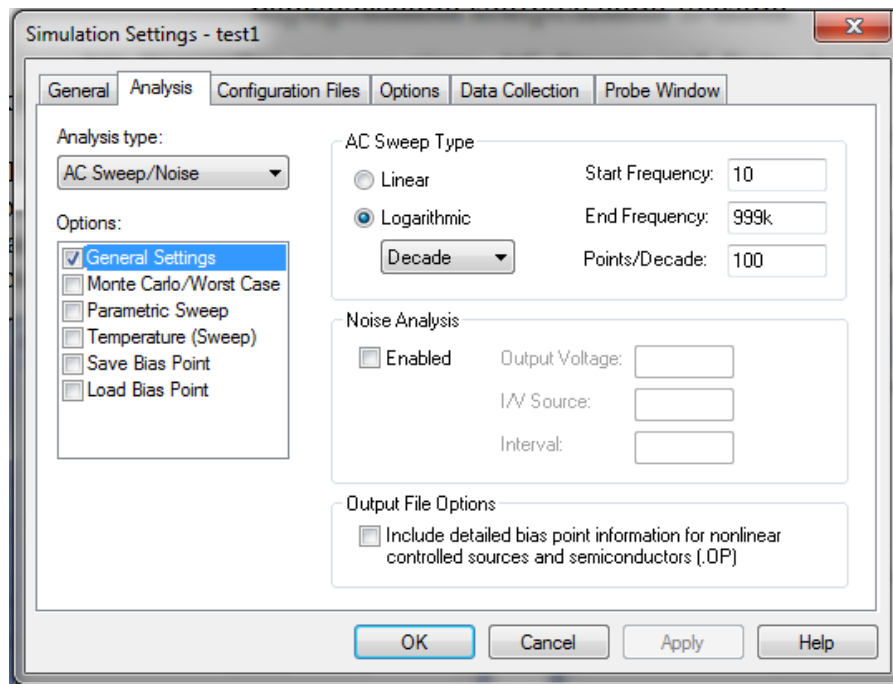

Рисунок 5.12 – Вікно *AC Sweep and Noise Analysis* з рівномірним розподілом контрольних точок по окремих декадах
27. Задайте для майбутнього аналізу декадний розподіл контрольних точок, вибравши опцію *Decade* (Декадний). Після цього права частина вікна зміниться так, щоб ви мали можливість вказати, яку кількість точок потрібно розрахувати в кожній декаді (рис. 5.12). Введіть в поле *Points/Decade* (Точки/Декади) цифру 100, що становитиме в цілому 500 точок на 5 декад.